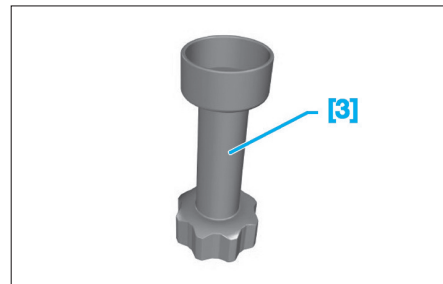

Fig. 20
- [3] Adaptateur pour cylindre de charge (réf. 4222-T) (Fig.20).